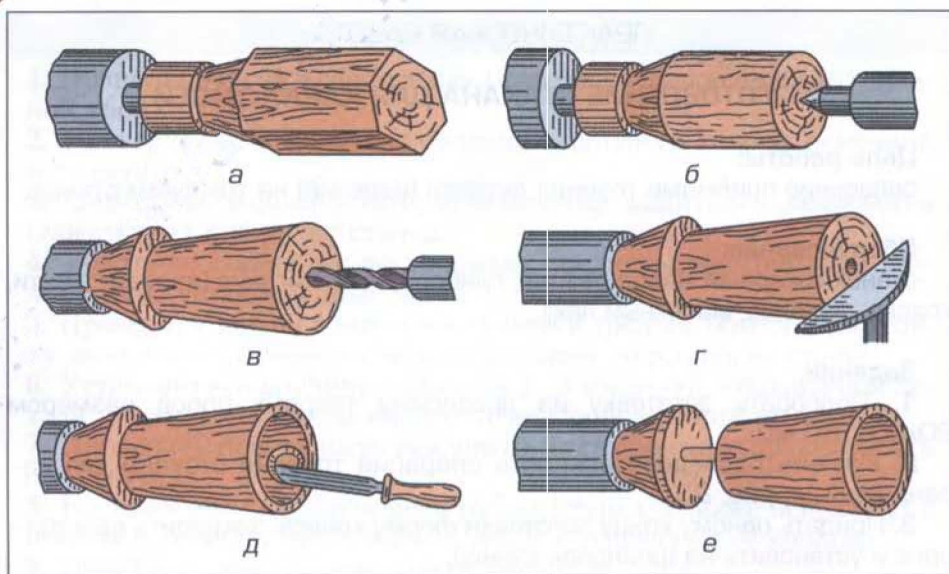

Рис. 23. Последовательность операций точения стакана для карандашей
2. Изучить последовательность операций точения стакана для карандашей на рис. 23.